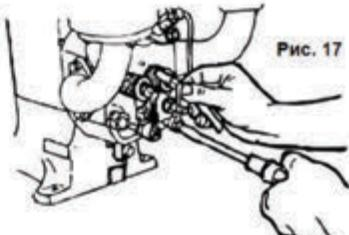

Рис. 17
- Снимите крышку головки цилиндра, поворачивайте маховик до тех пор, пока и впускающий и выпускающий клапана не будут закрыты. Ослабьте контрвочную гайку на качающем рычаге и поверните регулировочный винт. После этого вставьте калибровочный щуп между штоком клапана и качающим рычагом; вкручивайте регулировочный винт до тех пор, пока калибровочный щуп не будет легко выходить. После этого затяните контрвочную гайку (См. Рис.17).